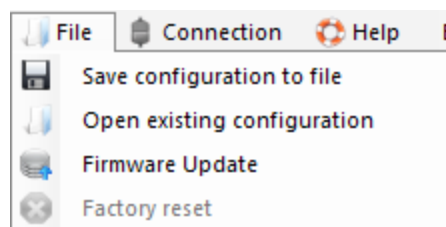

Abb. 8. Datei-Menü
1. Über das Menü **“File” (Datei)** (Abb. 8) können Sie: